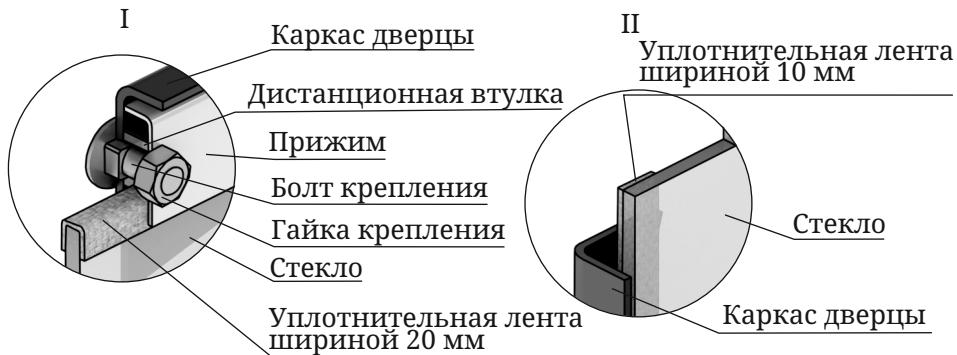

Рисунок 11. Крепление светорозрачного экрана
1. Отверните две гайки, фиксирующие прижим (рисунок 11.I), демонтируйте его и дистанционные втулки.
3. Возьмите новое стекло. Если на нем нет уплотнительных лент, наклейте их, лента шириной 20 мм наклеивается сверху и снизу стекла «П» — образно (рисунок 11.I), лента шириной 10 мм наклеивается вертикально, вдоль
боковых сторон стекла (рисунок 11.II).
4. Вставьте стекло в упор, при этом лента, наклеенная с боковых сторон (вертикальная) должна быть зажата между стеклом и каркасом дверцы (рисунок 11.II).
**Внимание!** Гайки, фиксирующие прижим накручиваются на болты крепления через дистанционные втулки (рисунок 11.I).